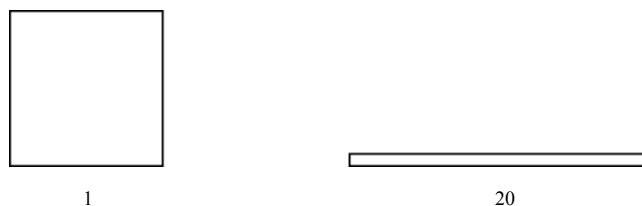

图 4.5.10 四边形网格 Aspect Ratio
- 如图 4.5.10 所示，对于四边形网格来说，按法则判断，当 Aspect Ratio 值为 1 时，四边形为正方形，说明此时划分的网格质量最好。